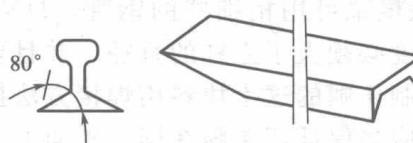

图 1-4 槽钢砧
② 槽钢砧。槽钢砧的结构如图 1-4 所示。制作槽钢砧应选用 20 以上的槽钢，一端制成 $15^\circ \sim 20^\circ$ ，用于薄铁折边；另一端为齐头。与铁道砧相比，槽钢砧可进行小件的矫平操作。